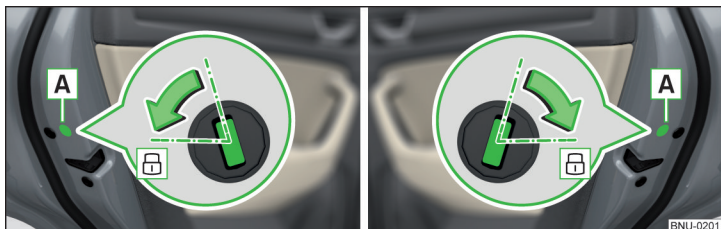

Abb. 284 Tür links/Tür rechts
- › Bei Fahrzeugen mit der Blende **A** diese Blende entfernen » Abb. 284.